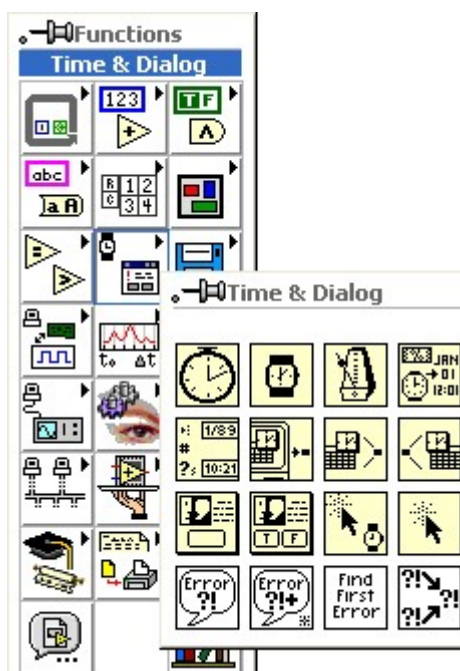

Fig. 2.14. Tipuri de **timer**-e
**Timer**-ele se adaugă în diagrama bloc a aplicației. În panoul **Functions** există un meniu intitulat **Time & Dialog**, unde se pot găsi diferite funcții ce permit lucrul cu ceasul sistemului, așa cum se arată în fig.2.14.